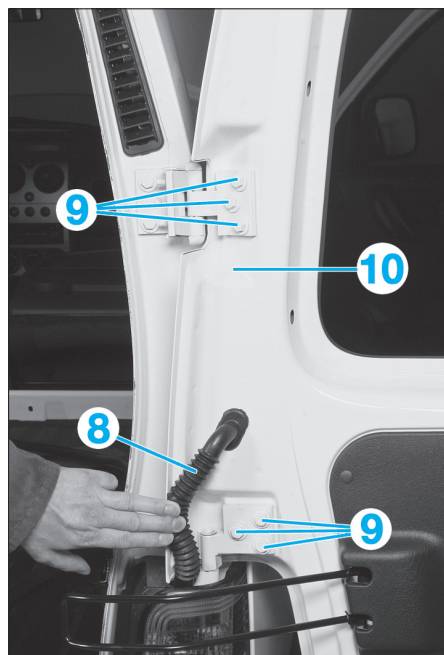

FIG. 67
- partiellement le faisceau (8) (Fig.67),
- les vis (9),
- la porte arrière (10).